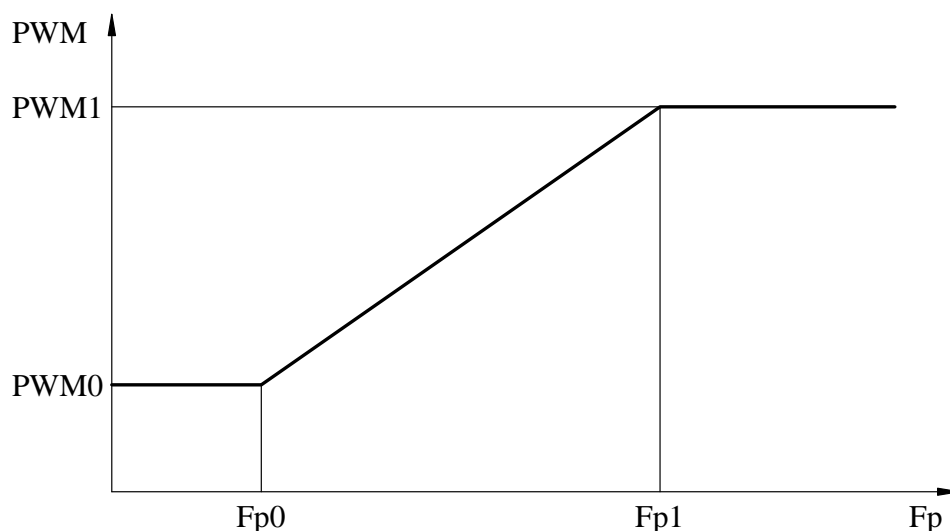

Рис. 6. Зависимость выходного относительного напряжения от частоты и табличных параметров.
3.6.7. Тип 4 – параметры кривой выходного относительного напряжения ($PWM=f(Fr)$) (рис.6) и дополнительные параметры.